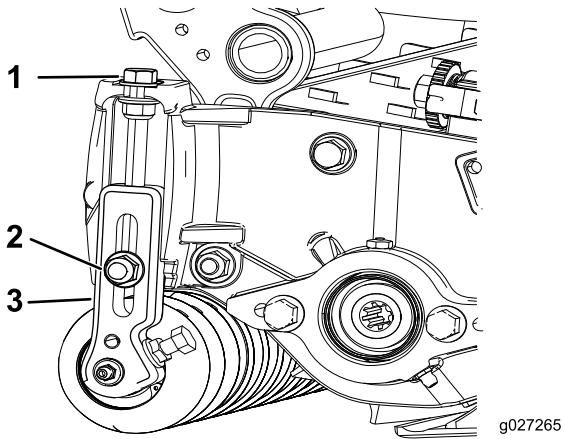

Bild 15
- Lösen Sie die Sicherungsmuttern, mit denen die Schnitthöhenhalterungen an den Seitenplatten befestigt sind (Bild 15).